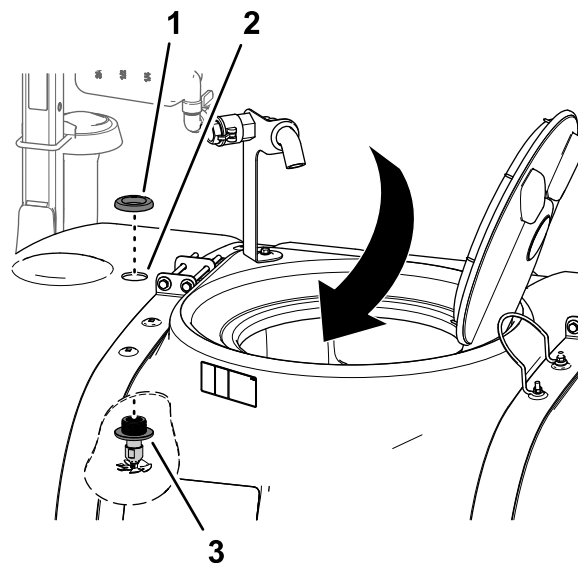

Figure 22
3. Au niveau du trou avant de 4,5 cm dans la cuve de pulvérisation, répétez les opérations 1 à 2 pour l'autre buse de rinçage (Figure 22).